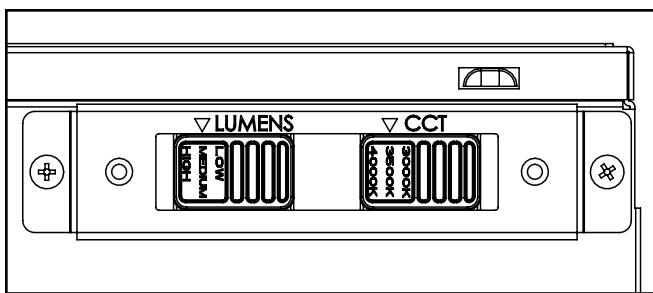

Figura 7.
9. Con la luminaria encendida, utilice el interruptor lumínico y el interruptor CCT (si está provisto) para ajustar la luminaria al nivel de lúmenes deseado y CCT (Figura 7). Consulte la etiqueta en la parte superior del controlador para ver los lúmenes y el vataje de cada configuración.